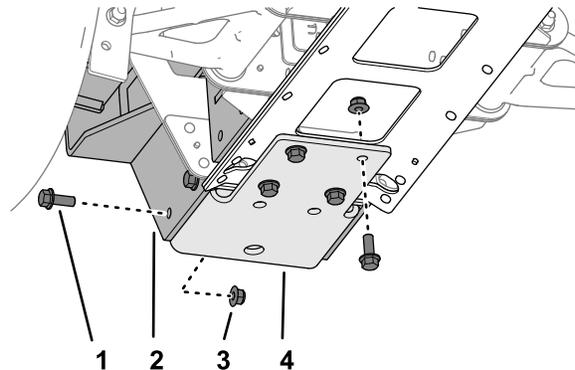
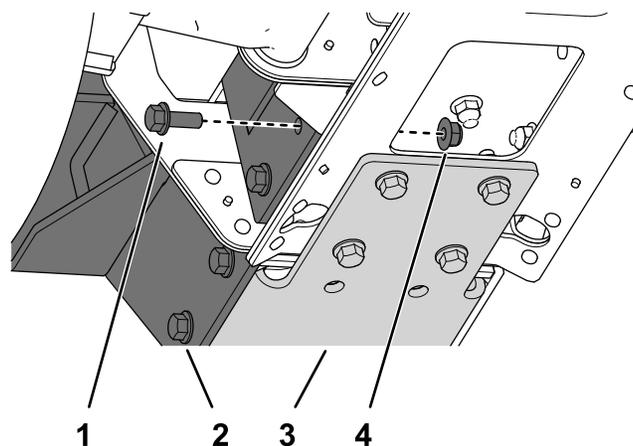
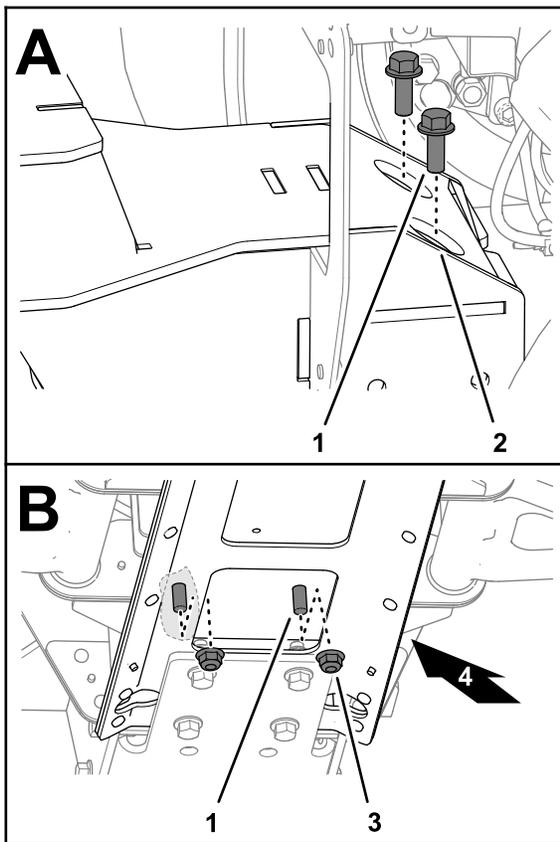

図 57
図 58
図 59
1. フランジボルト (3/8 x 1")14本とフランジロックナット (3/8 インチ) 14個を使って、ボールピッカーマウントとボトムブラケットをフロントフレームチャンネルとセンターチャンネルプレート (図 57 図 58 および 図 59) に取り付ける。